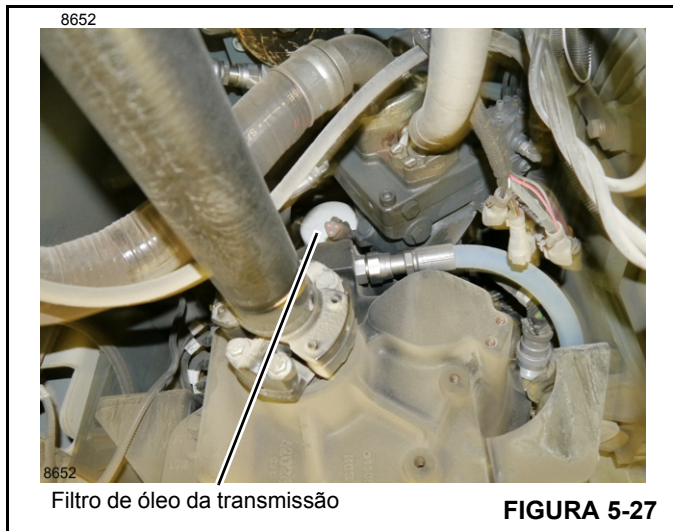

FIGURA 5-27
3. Remova o filtro de óleo desenroscando-o da carcaça da transmissão (Figura 5-27). Descarte o filtro de maneira adequada.